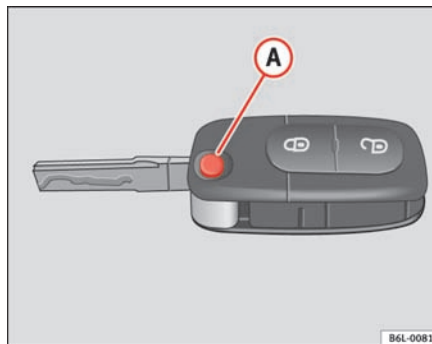

Fig. 46 Nøgle, der kan klappes ud
**For at klappe nøglen ud**, skal du trykke på knappen. Nøglen klappes ud ved hjælp af en fjeder ⇒ fig. 46.
For at klappe nøglen ind skal du trykke på knappen og skubbe nøglen ind, til den er klappet korrekt ind ⇒ fig. 46. ▶